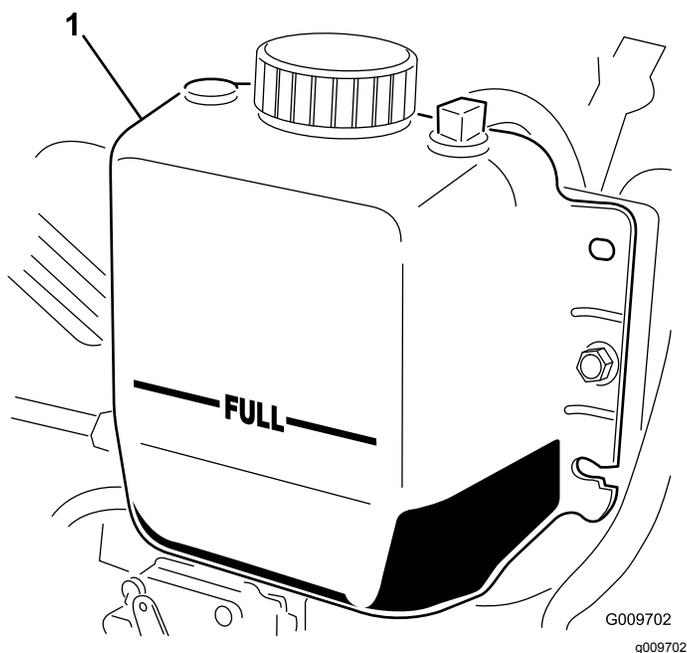

Рисунок 17
2. Проверьте уровень охлаждающей жидкости в радиаторе. Радиатор должен быть заполнен до шейки заливочной горловины, а расширительный бачок должен быть заполнен до метки FULL (ПОЛНЫЙ) (Рисунок 17).